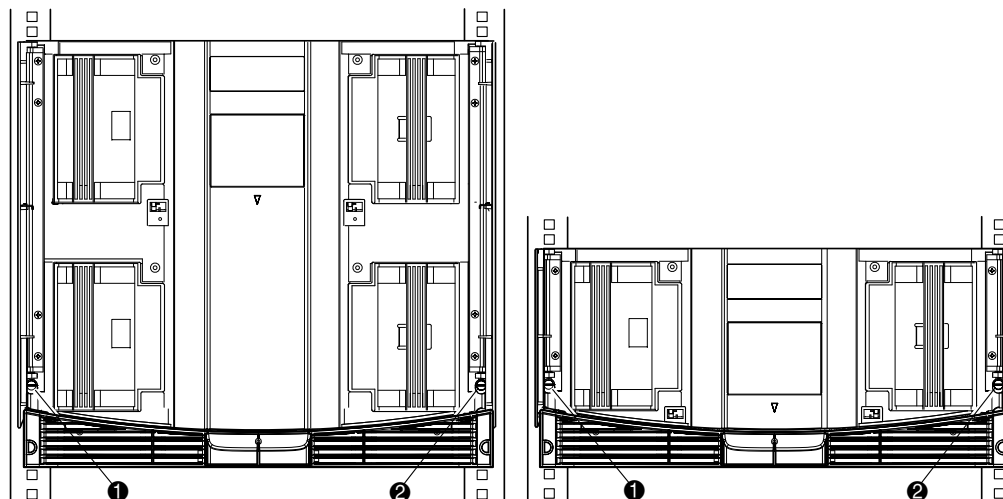

Figura 2-5. Seguridad de la biblioteca
10. Con las puertas abiertas, fije el panel frontal al bastidor de Compaq con los dos tornillos de retención (consulte la Figura 2-5). Cierre las puertas.